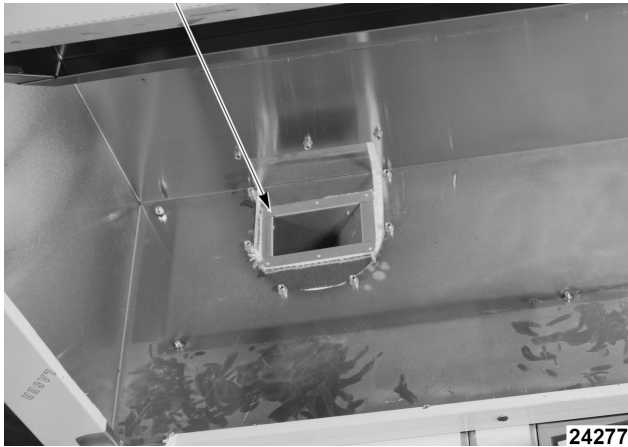
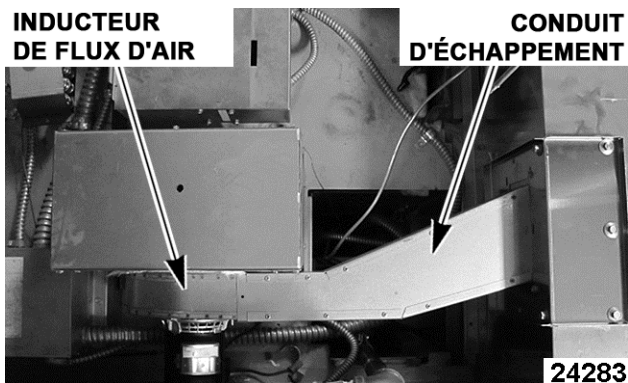

Fig. 108
Fig. 109
2. Insérez conduit d'échappement à travers la hotte (Fig. 108) et raccordez le tout au ventilateur à tirage induit (Fig. 109).